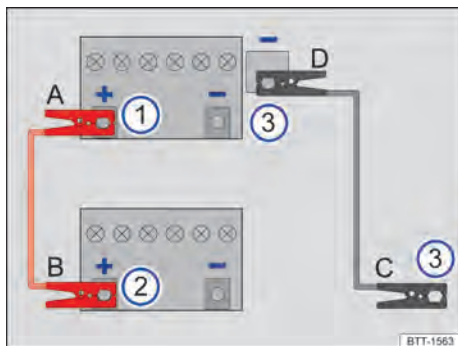
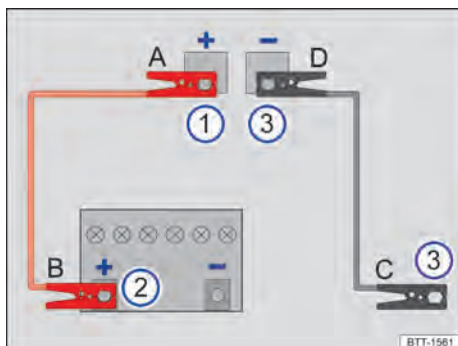

Fig. 227 Esquema para a conexão dos cabos auxiliares de partida (bateria do veículo 12 V no compartimento do motor).
Fig. 228 Esquema para a conexão dos cabos auxiliares de partida (bateria do veículo 12 V no compartimento de bagagem).
Conectar o cabo auxiliar de partida somente na sequência **A – B – C – D** → Fig. 227.
- Conectar uma extremidade do cabo auxiliar de partida *vermelho A* no polo positivo + da bateria do veículo com a bateria do veículo 12 V descarregada → Fig. 227 ① → .
- Conectar a outra extremidade do cabo auxiliar de partida *vermelho B* ao polo positivo (+) do veículo fornecedor de corrente elétrica → Fig. 227 ②.
- Conectar uma extremidade do cabo auxiliar de partida *preto C*, de preferência, em um ponto de auxílio da partida (ponto de aterramento), ou então, em uma peça metálica maciça firmemente aparafusada com o bloco do motor ou no próprio bloco do motor que gera corrente → Fig. 227 ③.
- Conectar a outra extremidade do cabo auxiliar de partida *preto D* do veículo híbrido com a bateria 12 V do veículo descarregada, de preferência, em um ponto de auxílio da partida (ponto de aterramento), ou então, em uma peça metálica maciça de metal aparafusada firmemente com o bloco do motor ou no próprio bloco do motor → Fig. 227 ③ → .
Conectar o cabo auxiliar de partida somente na sequência **A – B – C – D** → Fig. 228.
- Conectar uma extremidade do cabo auxiliar de partida *vermelho A* no ponto de auxílio da partida (polo positivo) (+) do veículo com a bateria de 12 V do veículo descarregada → Fig. 228 ① → .
- Conectar a outra extremidade do cabo auxiliar de partida *vermelho B* ao polo positivo (+) do veículo fornecedor de corrente elétrica → Fig. 228 ②.
- Conectar uma extremidade do cabo auxiliar de partida *preto C* no veículo com a bateria 12 V do veículo que abastece corrente elétrica, de preferência, em um ponto de auxílio da partida (ponto de aterramento), ou então, em uma peça metálica maciça firmemente aparafusada com o bloco do motor ou no próprio bloco do motor → Fig. 228 ③.
- Conectar a outra extremidade do cabo auxiliar de partida *preto D* do veículo híbrido com a bateria 12 V do veículo descarregada, de preferência, em um ponto de auxílio da partida do ponto de aterramento (–), ou então, em uma peça metálica de metal aparafusada firmemente com o bloco do motor ou no próprio bloco do motor → Fig. 228 ③ → .
- Desconectar o cabo auxiliar de partida com o motor em funcionamento somente na sequência **D – C – B – A** → Fig. 227 ou → Fig. 228.